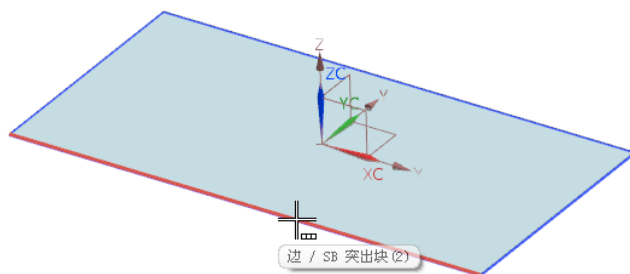

图 5-70 选择弯边
(3) 选择图 5-70 所示的弯边。单击按钮，创建弯边特征，如图 5-71 所示。